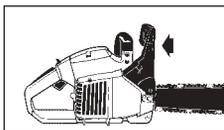

Abb. 7A
1. Die Kettenbremse ist **ENTKUPPELT** (Kette kann sich bewegen), wenn der **BREMSHEBEL NACH HINTEN GEZOGEN UND ARRETIERT** IST (Abb. 7A).